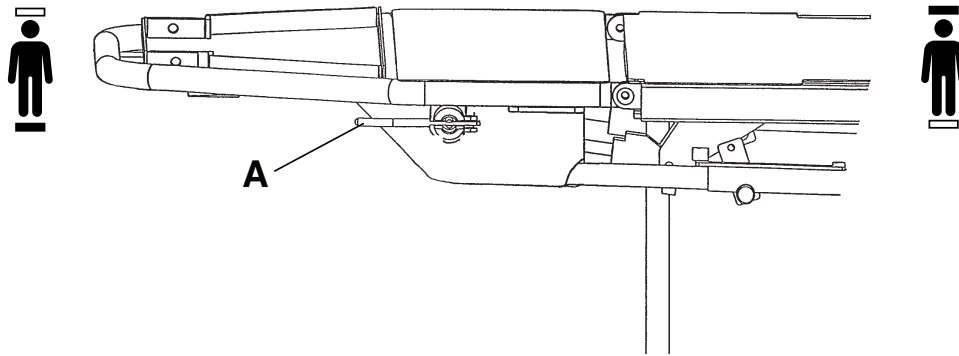

Abbildung 6 – Position des roten Griffs im abhängigen (Stuhl-) Modus
Um das Fußteil in den abhängigen (Stuhl-) Modus zu bringen, den roten Griff (A), der sich an beiden Seiten des Fußteils befindet, in Richtung Kopfende des Produkts drehen (Abbildung 6).
Um das Fußteil in den unabhängigen Modus zu bringen, den roten Griff (A), der sich an beiden Seiten des Fußteils befindet, in Richtung Fußende des Produkts drehen (Abbildung 6).